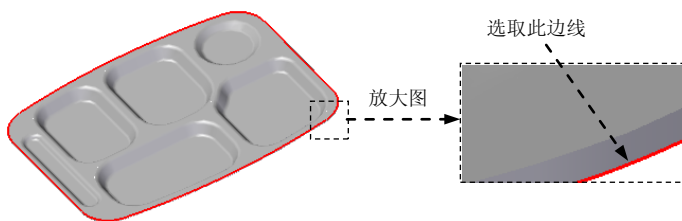

图 6.9.24 定义附着边
(1) 选择命令。在“主页”功能选项卡“钣金”工具栏中单击  按钮, 选择  卷边 命令。
(2) 选取线性边。选取图 6.9.24 所示的模型边线为折弯的附着边。